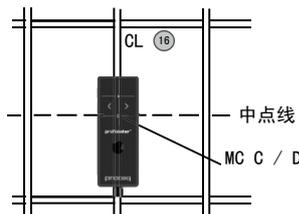

图 9: 最佳探头位置
- 将探头小推车定位在起始线的最佳位置 (参见图 9, MC C/D 与移动方向平行的钢筋的中线, ⑬ 中的两个矩形均为等同尺寸)。
注意！建议在查找模式中查找第一和第二层钢筋，以便在多线模式测量之前查找最佳线条位置（参见图 9）。仅当所有钢筋与起始线（Y 轴）平行运行时，才应设置“调整钢筋位置”。对于大区域，建议不要设置“返回新线起点”，也不要交替地从起点到终点，然后从终点到起点来测量各线。
- 将探头小推车定位在起始线的最佳位置（参见图 9，MC C/D 与移动方向平行的钢筋的中线，16 中的两个矩形均为等同尺寸）。